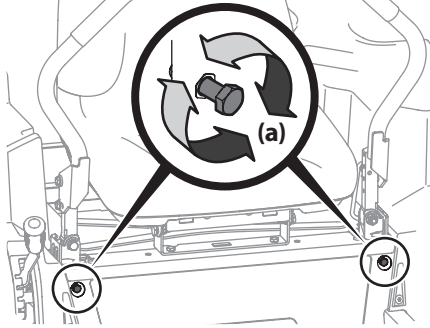

Figura 45
2. Ubique los pernos del ajuste de detención de las palancas de control de la transmisión (a) que están en el frente del marco del asiento. Consulte la Figura 45.
3. Para reducir la velocidad de avance, gire los pernos de ajuste de detención de las palancas de control de la transmisión (a) en el sentido de las agujas del reloj. Para incrementar la velocidad de avance, gire los pernos de ajuste de detención de las palancas de control de la transmisión (a) en el sentido contrario a las agujas del reloj. Gire los pernos de ajuste de detención de las palancas de control de la transmisión (a) en la dirección necesaria 1/4 de giro por vez. Después de girar los pernos de ajuste de detención de las palancas de control de la transmisión (a), compruebe el ajuste manejando el tractor. Consulte la Figura 45.